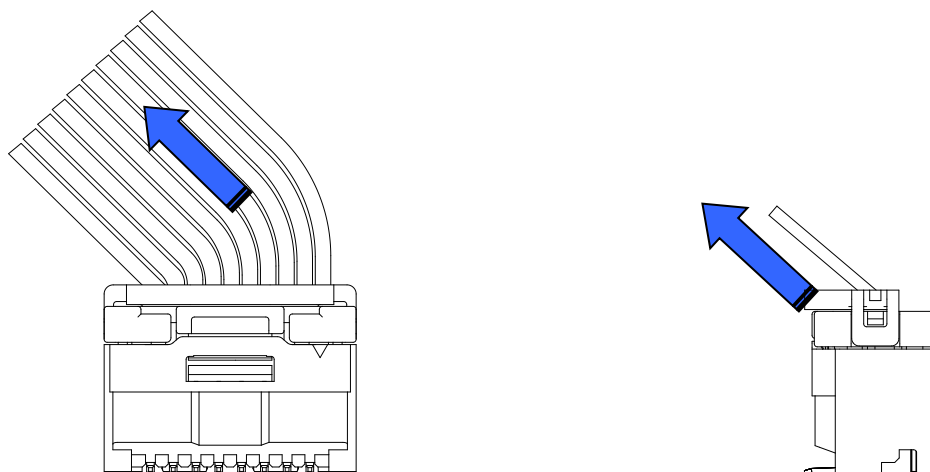

Fig.10-3-2 電線を極端に曲げる又は、突っ張った状態
- ※ 嵌合後、機器内での電線の引き回しの際には、電線を極端に曲げる、または突っ張る状態で使用しないでください。電線の引っ張り力、突っ張り力により端子圧着部やリセプタクルハウジングの端子装着部及び基板側のコネクタに力が加わり接点不良の原因となります。特に、特定の電線のみ力が加わることは避けてください。(Fig.10-3-2)
- ※ 特殊な電線の引き回し(Fig10-3-2/10-3-3等)を行う際には、事前に当社へ確認の上ご使用ください。